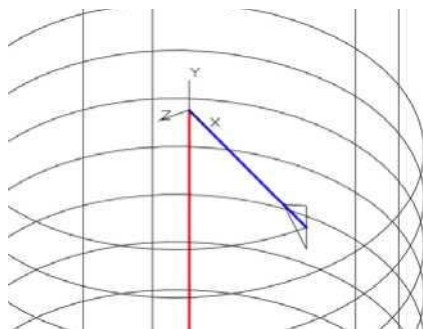

Рис. 64 – Новое положение ПСК
25. В падающем меню **Рисование** выбрать команду **Многоугольник**. Число сторон: 3; Укажите центр многоугольника или [Сторона]: С; Первая конечная точка стороны: указать верхнюю конечную точку спирали (точку пересечения спирали и вспомогательного отрезка); Вторая конечная точка стороны: @0,1.8 (рисунок 64).